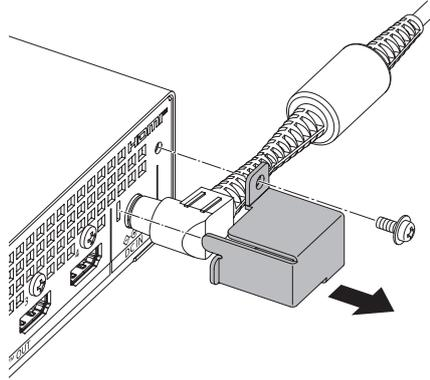

Figura 1
1) Retire el soporte de fijación del adaptador de CA (Figura 1).